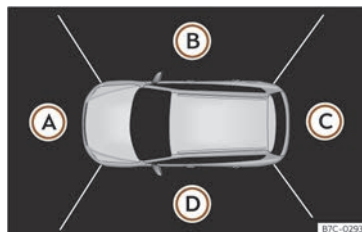

Fig. 141 Ecranul sistemului de afișare a zonei: vedere de sus.
>>> **fig. 141:**
Imaginea de sus este generată prin cumulearea imaginilor tuturor camerelor >>> **fig. 141.** Vederea de sus poate fi selectată prin apăsarea pe autovehiculul interiorul zonei.
Apăsăți pe diferitele zone de la >>> **fig. 141 (A)** la **(D)** ale vederii de sus sau ale vederii de sus reduse pentru a selecta și a seta vizualizarea corespunzătoare, care va fi evidențiată în portocaliu.
Ecranul sistemului Infotainment prezintă imaginea de sus >>> fig. 141. Dacă apăsați butonul la deplasarea cu o viteză mai mare de 15 km/h (9 mph), imaginea nu va fi afișată.